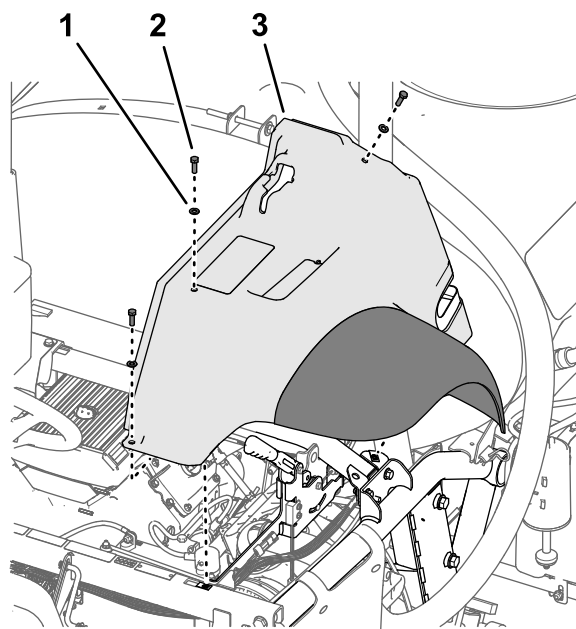

Рисунок 217
4. Установите, не затягивая, крыло на раму (Рисунок 217) при помощи трех болтов (5/16 x 1 дюйм) и трех шайб (5/16 дюйма), снятых при выполнении пункта 2 раздела Демонтаж левого и правого передних крыльев (страница 10).